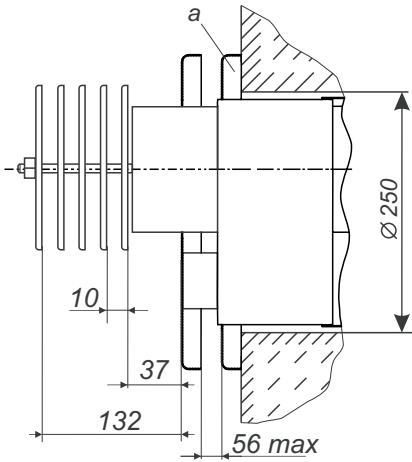

Рис. 3. Встановлення дисків димоповітряного блоку для апаратів потужністю 10-15 кВт
1 - вхідний патрубок підведення води в другій контур; 2 - газвий клапан; 3 - термоіндикатор; 4 - стаканчик для установки терморегулятора і термоіндикатора; 5 - датчик перегріву; 6 - вихідний патрубок другого контуру; 7 - патрубок підключення газу; 8 - димоповітряний блок (докладніше рис. 3, 5, 5а); 9 - патрубок відводу води в систему опалення; 10 - місце установки ТЕНа (ТЕН в комплекті апарата не входить); 11 - патрубок подачі води з системи опалення; 12 - оглядове вікно; 13 - запальник; 14 - основний пальник
6.3.1. В зовнішній стіні будинку, згідно з рис. 2, пробити горизонтальний канал діаметром 190 мм для апаратів потужністю 5-7 кВт, 250 мм для апаратів потужністю 10-15 кВт (рис. 3; 5). При цьому необхідно врахувати, що для забезпечення установки та зняття апарата, а також для зняття та установки газопальникового пристрою перед фронтом апарата на відстані **не менше 1 м від стіни** не повинно бути ніяких будівельних елементів або стаціонарно встановленого обладнання.
Для апаратів потужністю 10-15 кВт на виступаючий газохід зовнішній установити набір дисків. Закріпити диск "а" до зовнішньої стіни і відрегулювати їх (рис. 3).